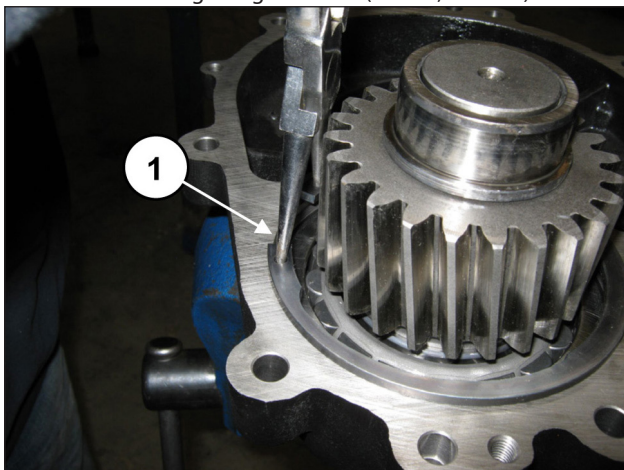

Abb. 86
Setzen Sie den Seegerring Ø120 ein (Pos. ①, Abb. 86).